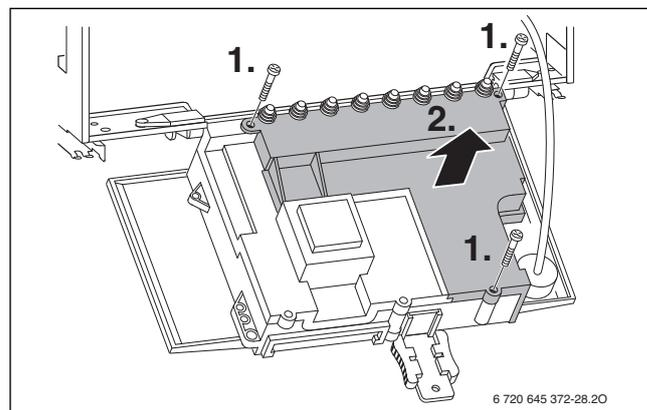

Fig. 36
- ▶ Svitare le viti di fissaggio ed estrarre la copertura posteriore (→ fig. 36).